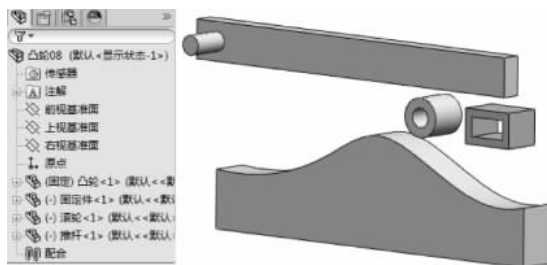

图 3-30 完成插入零件
(3) 单击【装配体】工具栏中的【插入零部件】按钮,弹出【插入零部件】属性管理器,将装配体所需的所有零件放置在图形区域中,如图3-30所示。